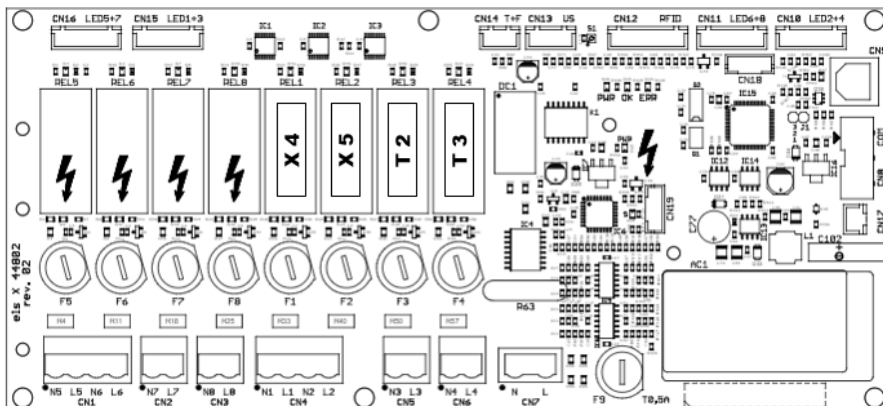

Fig. 15 : Position des fusibles
- ▶ Identifiez les fusibles à l'aide des désignations **E1**(chauffage d'armoire de commande en option), **X4** (point de recharge en haut à gauche vu de devant), **X5** (point de recharge en haut à droite vu de devant), **T2** (point de recharge en bas à gauche vu de devant) et **T3** (point de recharge en bas à droite vu de devant) sur la carte électronique (fig. 15).